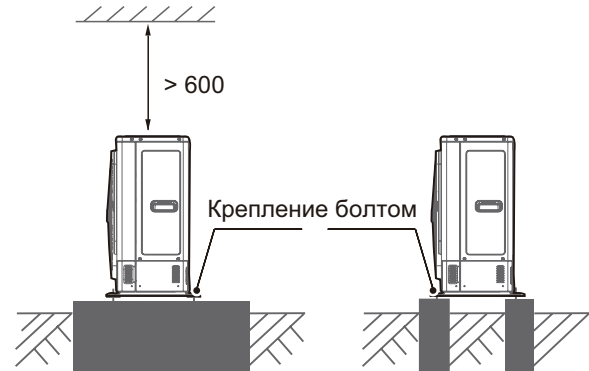

Рис. 5-1
- Подготовьте бетонное основание в соответствии с характеристиками наружного блока (см. рис. 5-1).
- Надежно закрепите болтами опоры блока, чтобы предотвратить его падение в случае землетрясения или сильного ветра (см. рис. 5-1).